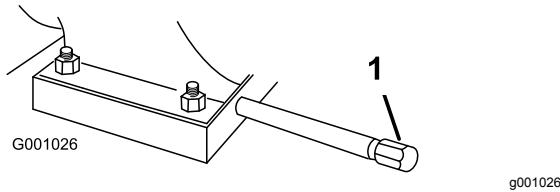

Bild 41
Ölviskosität	Siehe Bild 41 .
1. Reinigen Sie den Bereich um die Ölabblassschraube (Bild 41).